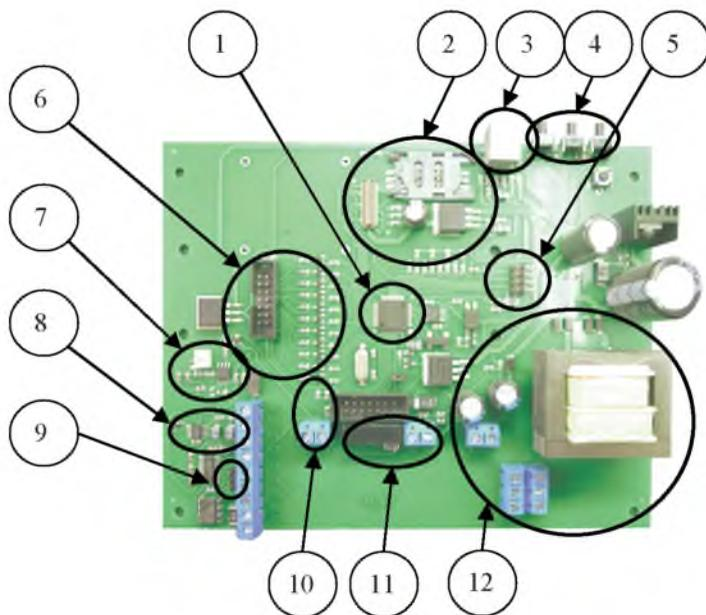

Рис.2 Устройство платы блока телеметрии «ТВЕРЦА-ТМ».
ТМ выполнен в виде одного блока, основой которого является плата с микроконтроллером управления (рис2. п.1). Связь по каналу GSM обеспечивается через блок GSM-связи (рис. 2 п.2) с установленным на плату модемом и SIM картой сотового оператора связи. Для улучшения условий приема сигнала ТМ комплектуется
Основное **питание** ТМ осуществляется от сети 220 VAC (рис. 2 п.12, клеммы 1,2). В случае отсутствия розетки для подключения ТМ
питание может осуществлять через резервную цепь 13,5 VDC (рис.2 п.12 клеммы 3 «+», 4 «-»).
ТМ обеспечивает **измерение выходного напряжения** СКЗ до 100 VDC через делитель напряжения (рис.2 п.10 клеммы 7 «+», 8 «-») и выходного тока СКЗ (рис.2 п.8 клеммы 11 «+», 12 «-»).
СКЗ различных производителей, в зависимости от выходной мощности имеют в своей конструкции токоизмерительные шунты различных номиналов, однако падение напряжения при максимальном выходном токе практически на любом из шунтов составляет 75 mV. Схема (рис.2 п. 5) позволяет выбрать требуемый номинал токоизмерительного шунта установленного в СКЗ. Таблица выбора номиналов шунта находится в приложении.
ТМ обеспечивает **измерение защитного потенциала** на металлической конструкции к которой подключена СКЗ с помощью схемы (рис. 2 п. 7).
Информация об измеренных и технологических параметрах выводится на жидкокристаллический индикатор через соответствующую схему (рис. 2 п. 6).
**Управление выходным током** СКЗ осуществляется по аналоговому каналу (рис.2 п.11 клеммы 5 «+», 6 «-»), который выдает сигналы управления в диапазоне 0...10 VDC для потенциального интерфейса или 0...20 mA – токового интерфейса управления.
При наличии у СКЗ цифрового канала управления сопряжение ТМ с СКЗ осуществляется через интерфейсы сопряжения RS-232 и RS-485 (рис.2 п.11 клеммы 13-17). Выбор интерфейса сопряжения и протокол обмена MODBUS для RS-485 находится в приложении.
Управление в ручном режиме осуществляется кнопками управления (рис.2 п.4) путем увеличения или уменьшения уставки и не требует никакого перевода в дистанционный или местный режим.
учета электроэнергии интегрированы в один разъем (рис.2 п.3). Распиновка разъема указана в схеме подключения ТМ к СКЗ (рис.4).
- Вставьте в крышку держателя SIM-карту (рис.2 п.2). При установке SIM-карты обратите внимание на её правильное расположение.
- Подключите шунт измерения тока станции в разрыв минусового выхода станции (провод, идущий к трубе газопровода), либо подключите ТМ к встроенному токоизмерительному шунту СКЗ и установите номинал шунта джамперами (рис.2 п.5) в соответствии с таблицей шунтов в приложении.
измеренная величина меньше заданной уставки, то ТМ увеличивает управляющий ток (потенциал) на схеме управления СКЗ (рис.2 п.11)
В основе автоматизированного управления СКЗ лежит использование обратной связи. Другими словами ТМ измеряет значение защитного потенциала и сравнивает данную величину с заданной уставкой. Если измеренная величина меньше заданной уставки, то ТМ увеличивает управляющий ток (потенциал) на схеме управления СКЗ (рис.2 п.7)